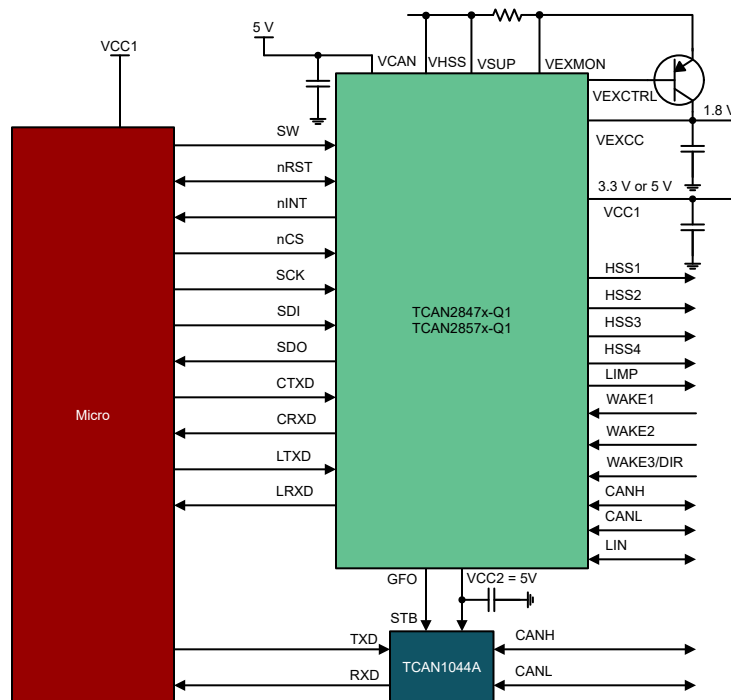

图 9-6. 使用 CAN FD 收发器进行通道扩展
- 两个 CAN FD 收发器和一个 LIN 收发器（使用 TCAN2857-Q1），并配备一个八引脚的 CAN FD 收发器，请参阅图 9-6